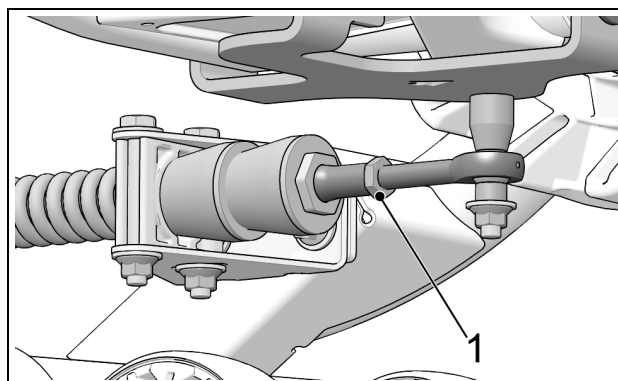

Figure 18
- Resserer le contre-écrou (1) à un couple de 40 N•m (30 lb•pi). Voir Figure 18.